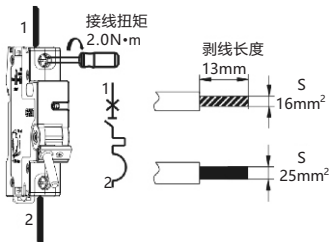

图5 NB5-63NFB、NB5-63HFB接线方式
5.4 适用于铜导线连接，导线选择见表2，接线方式及剥线长度示意如下图5